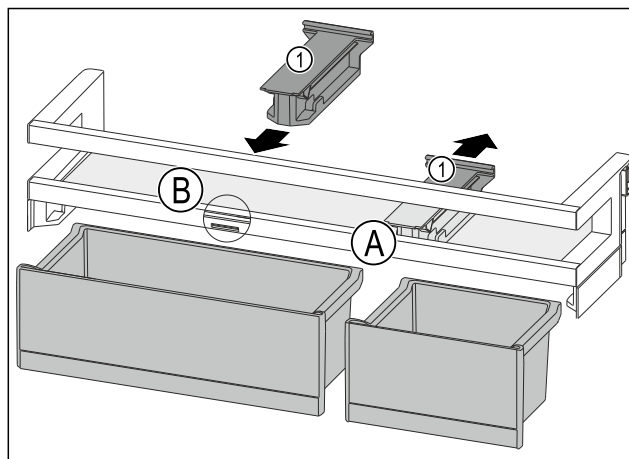

Fig. 224
- Pociągnąć element trzymający Fig. 224 (1) w pozycji Fig. 224 (A) do tyłu.
- Włożyć element trzymający Fig. 224 (1) w pozycji Fig. 224 (B).